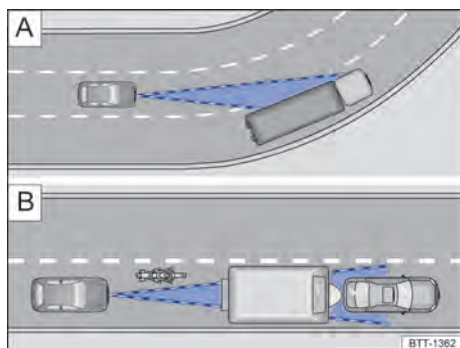

Fig. 94 (A) Conducción en curva. (B) Vehículos fuera del área de alcance del sensor de radar
El sensor de radar frontal siempre realiza las mediciones en dirección recta. Por lo tanto, los vehículos en curvas cerradas pueden detectarse accidentalmente o los vehículos que se encuentran adelante pueden no detectarse → fig. 94 (A).
- Vehículos que conducen fuera del área de sensor, a poca distancia del propio vehículo, por ejemplo, motocicletas → fig. 94 (B).